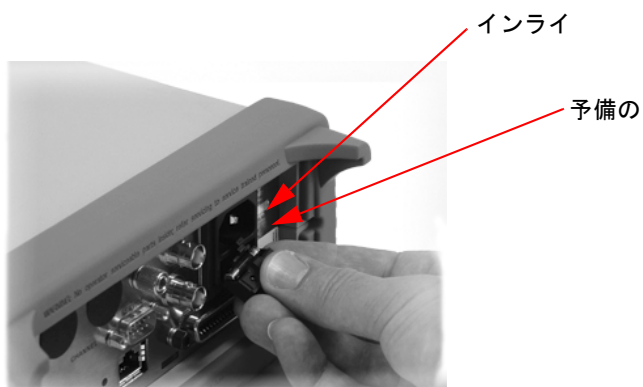

図 10-3 ヒューズの交換
- 1 リア・パネルからヒューズ・ホルダ・アセンブリを取り出します（図 10-3を参照）。
- 2 図 10-3のように、適切なヒューズを「インライン」位置に設置します（予備のヒューズをヒューズ・ホルダ・アセンブリに収容することができます）。